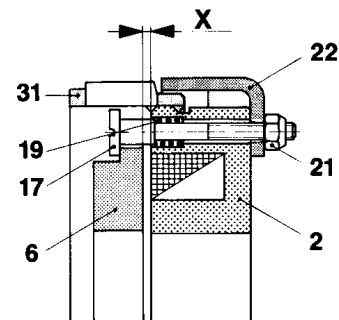

Bild 4
Die Rückholbolzen (17) begrenzen den Hub des Verbundankers (6) in Bremsrichtung, Bild 4.
Die Rückholbolzen (17) dürfen nur soweit durch die Sicherungsmuttern (21) angezogen werden, dass zwischen Verbundanker (6) und Spulenträger (2) mindestens das Einstellmaß "X" nach Tabelle 3 und Bild 4 bestehen bleibt.